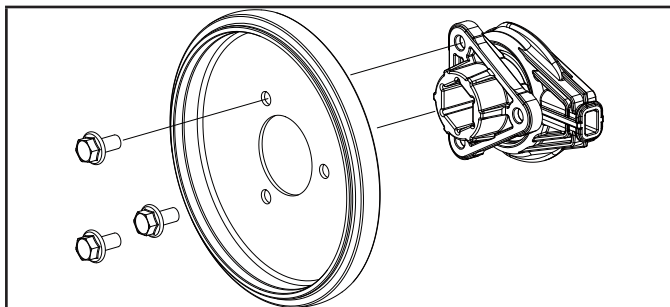

Figure 48
7. Dévissez les trois boulons M6 de l'ensemble du disque de friction pour éliminer la bague en caoutchouc usée de la roue de friction et la remplacer par une nouvelle (fig. 48).